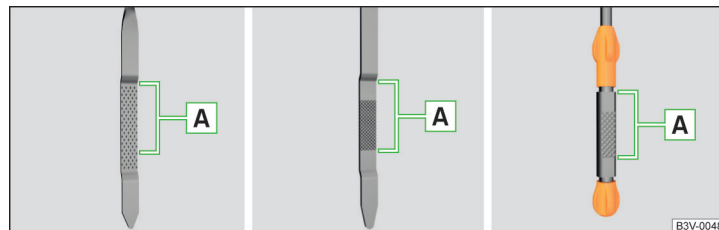

Fig. 319 Modèles de jauges d'huile
L'huile peut ensuite arriver au niveau du point **A** » fig. 319. Si le niveau d'huile est inférieur au repère **A**, rajoutez de l'huile. ▶
- Le niveau d'huile ne doit jamais être inférieur ou supérieur au niveau **A** » fig. 319 – risque d'endommagement du moteur et du système d'échappement !